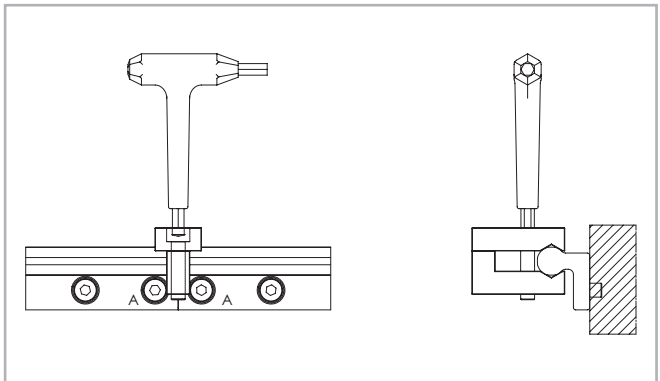

Fig. 28
- (3) Coloque o dispositivo de alinhamento no topo de junção da guia e aperte uniformemente ambos os parafusos de ajuste até as pistas de rolamentos se encontrarem alinhadas (ver fig. 28).
- (4) Depois de concluir o procedimento anterior (3) verifique se ambos os lados posteriores da guia se encontram assentados, de forma plana, sobre a superfície de montagem. Eventuais espaços livres por baixo da guia devem ser eliminados.